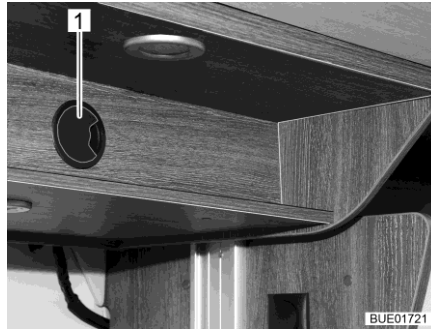

Fig. 150 Acceso al accionamiento (atrás de orificio de acceso en el panel)
- Si existe, retirar la tapa del orificio de acceso (Fig. 150,1).